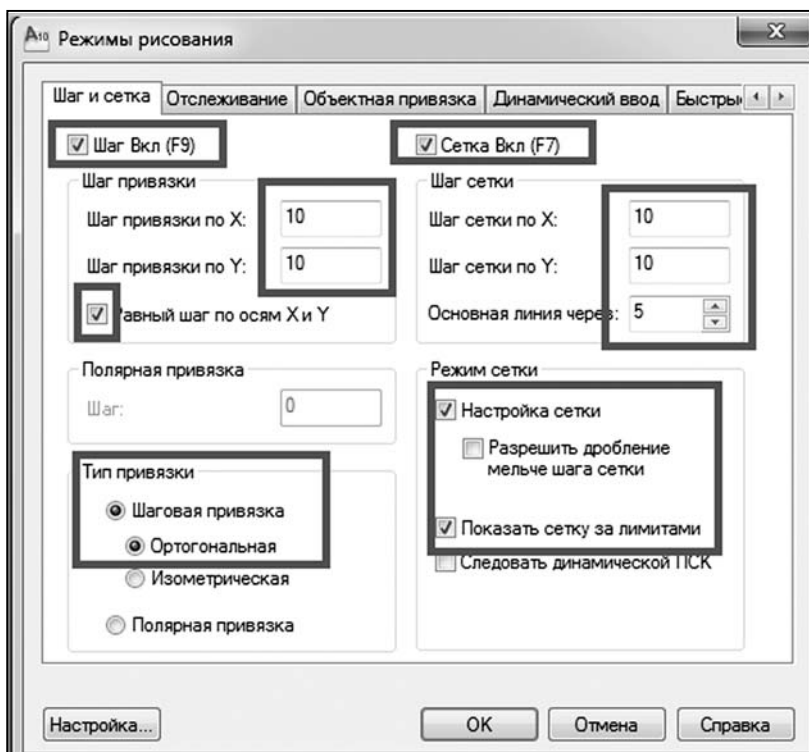

Рис. 2.24. Окно настройки параметров сетки
4. Подтвердить настройки, нажав на «ОК» (рис. 2.24).